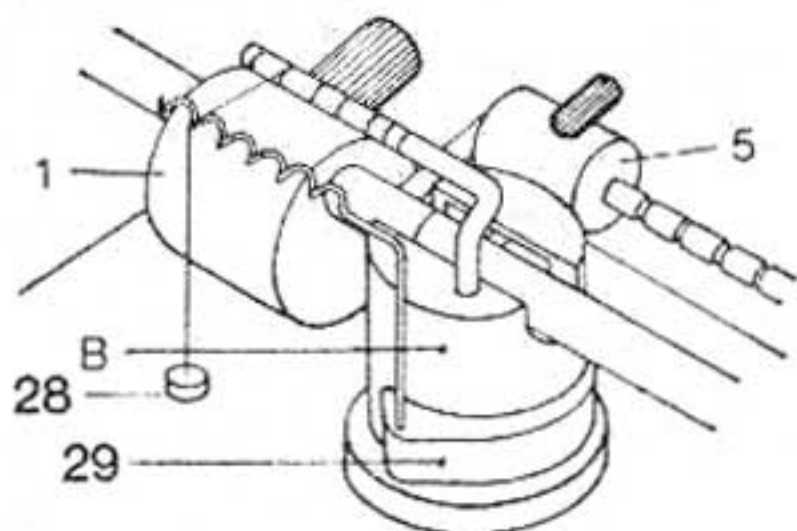

Fig. 2
La tableau 2 (1^{re} colonne) indique que pour une force d'appui de 1,5 g et un rayon de pointe de 18 μm (.0007") il y a lieu (quatrième colonne) d'accrocher le petit poids de 1 g à l'encoche 6 de la tige coudée (3). Le fil de nylon, auquel le poids est accroché, devra chevaucher une des spires de la tige hélicoïdale du support (23) et pouvoir manœuvrer librement lors du déplacement latéral du bras (fig. 2).